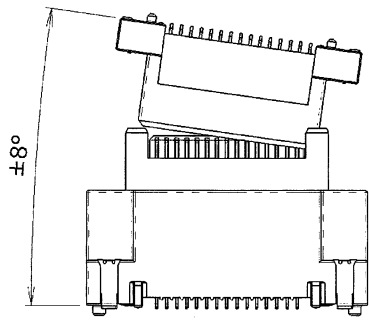
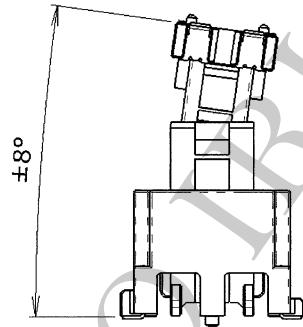

図 1/Fig.1
図 2/Fig.2
- 誘い込み時の角度は図 1～図 2 になりますので、記載角度以下で位置決めをして下さい。
/Figure 1 and 2 show guiding angle. Please locate it below the described angle.